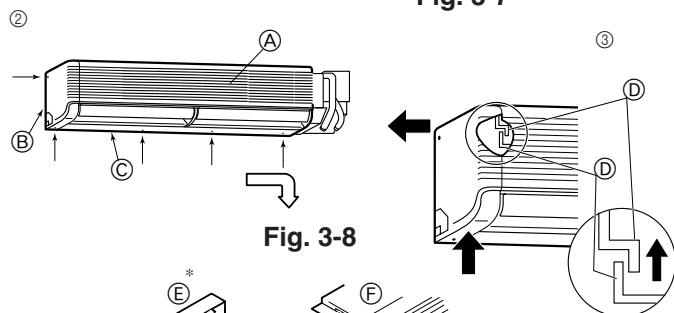

Fig. 3-8
- ② Retire os cinco parafusos indicados por uma seta no diagrama. (Fig. 3-8)
- ③ Remova o painel lateral esquerdo e, depois, o painel inferior.